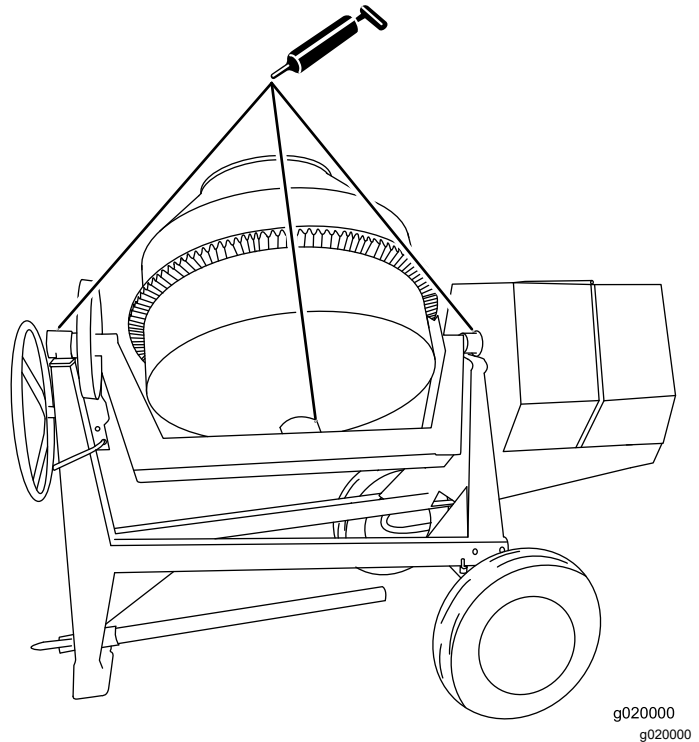

Figura 31
1. Limpie alrededor de cada engrasador con un trapo y retire el tapón de plástico del engrasador (Figura 31).
2. Utilice una pistola de engrasar para lubricar los engrasadores de ambos soportes de giro y el eje del tambor con grasa de litio de propósito general (Figura 31).